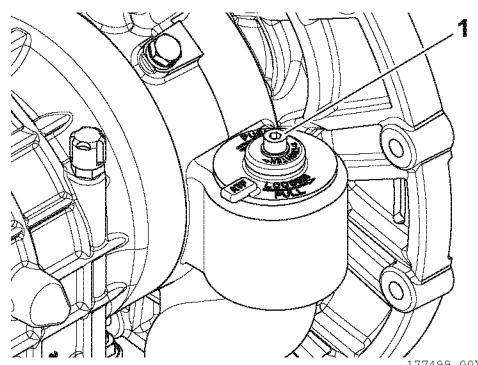

Figura 23
14. Serrare la vite di assemblaggio (1, **Figura 23**) alla coppia di serraggio da 5 Nm a 8 Nm (a 3,6 lbf a 5,9 lbf).